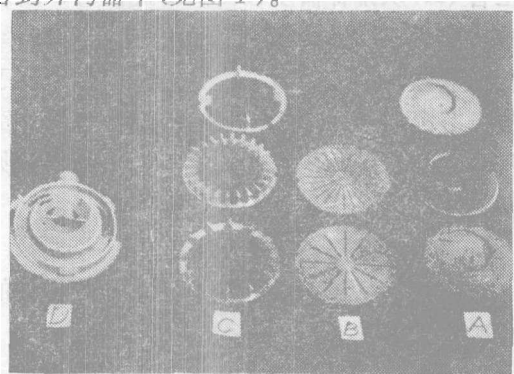

图 1 排种器部件
该排种器是以一个径向槽盘 (B) 在一个固定的带有螺旋槽盘 (A) 上转动为基础的。种子经输种管流向中央的叶轮壳 (D) 上。利用真空的吸取作用使种子被静止的螺旋槽与转动的径向槽相交而形成的孔吸住，种子通过转动的径向槽盘沿幅射线和螺旋线从螺旋的中心向外滑动，当径向槽末端与螺旋槽末端脱离时，通孔消失，种子不受真空吸附而靠自重落在与径向槽盘同步旋转的导种格盘 (O) 内，然后随着导种格盘的转动经投种口落到开沟器中 (见图 1)。
(O) 内，然后随着导种格盘的转动经投种口落到开沟器中 (见图 1)。